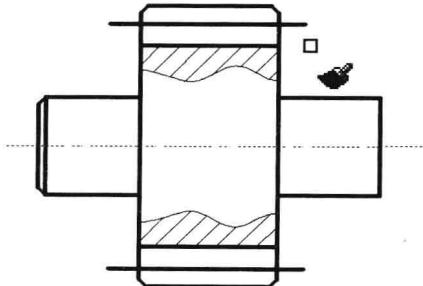

图 6-3-5
(1) 在“常用”选项卡“特性”面板中，单击“特性匹配”按钮，或依次选择菜单命令“修改 / 特性匹配”，命令行提示“选择源对象”，单击点划线，此时光标转换为刷子图标，表示开始特性匹配操作，如图 6-3-5 所示。